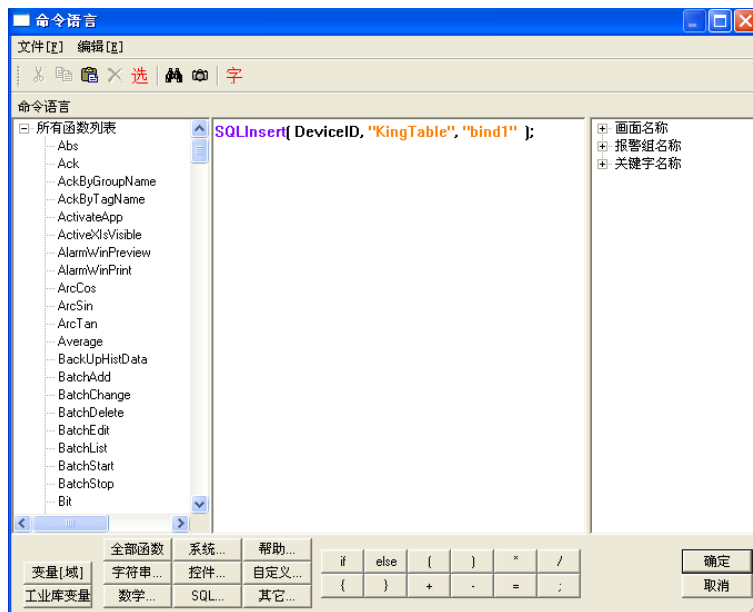

图 9-6 插入记录命令语言
- 2、在按钮的弹起事件中输入如下命令语言，如图 9-6 所示。